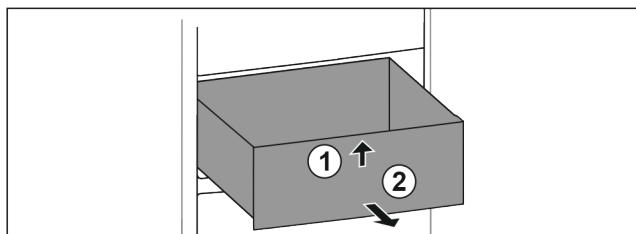

Fig. 118
- ▶ Nadzvedněte zásuvku vpředu. Fig. 118 (1)
- ▶ Vyjměte zásuvku dopředu. Fig. 118 (2)